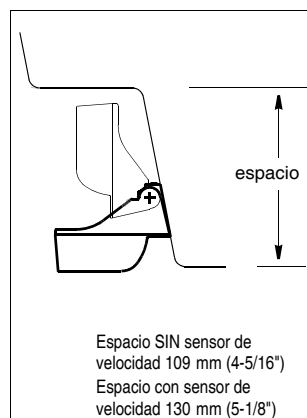

Figura 1. Espacio necesario en espejo de popa escalonado
- Prever un espacio suficiente por encima de la fijación para que el soporte pueda pivotar y subir el transductor (ver Figura 1).